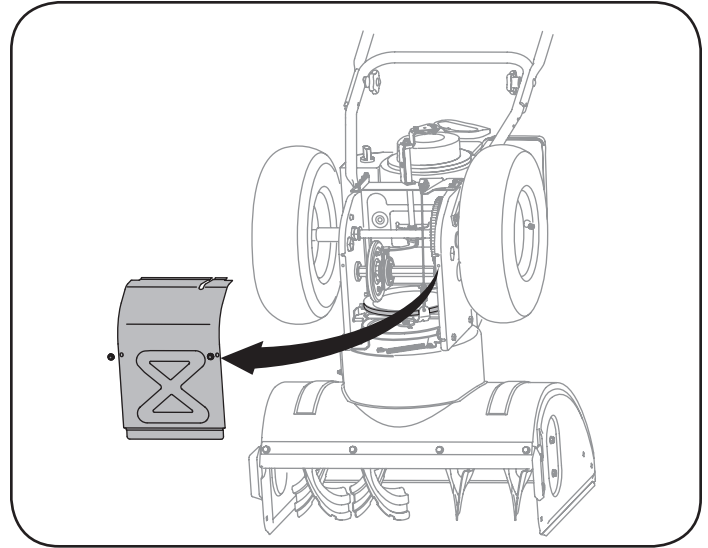

Figura 21
5. Saque la cubierta del marco desde debajo de la máquina quitanieve retirando los cuatro tornillos autorroscantes que la aseguran. Vea la figura 21.